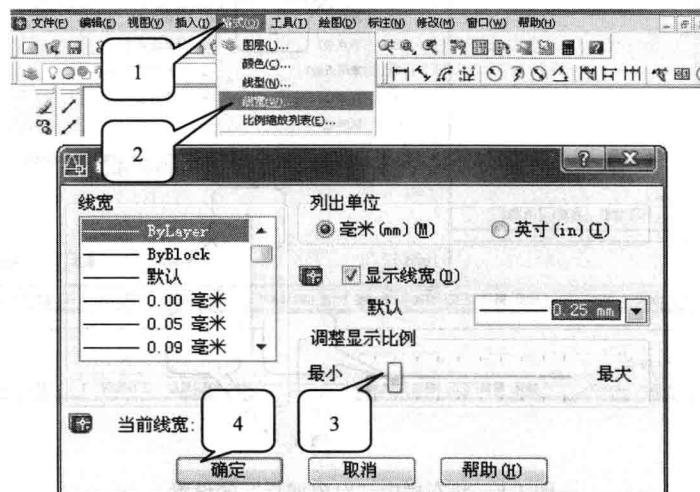

图 1-10 线型的设置
(2) 图线的线宽设置。与图层的线宽设置相对应, 调整“格式”中的“线宽”, 可以使图线的显示及打印达到标准要求。设置线宽的步骤如图 1-10 所示。
① 调出“线型管理器”。调出“线型管理器”的方法是选择“菜单栏”中的“格式”选项, 在下拉菜单中选“线宽”。
② 设置线宽。在“线宽设置”窗口中, 选择“线宽”中的“Bylayer”(随层); “默认”选择“0.25mm”(根据所绘制的图形大小确定); 选择“调整显示比例”的第 2 个格, 方法是用鼠标在第 2 个格上单击或将滑块拖动到第 2 个格; 单击“确定”按钮完成线宽的设置。